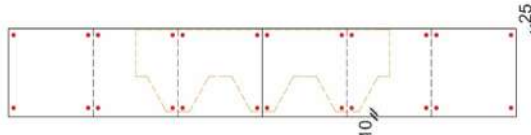

Рис. 12 Схема крепления коньково-карнизной черепицы на карниз.
- 8.2.10 Нижняя кромка гонтов первого ряда должна отступать на 10 мм от нижней кромки карнизной полосы (рис. 12).